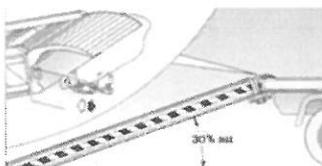

Fig. 10
- Colocar el grillete de fijación del otro extremo de la cadena/cable de acero al punto de fijación en el medio de transporte **(Fig. 10)**